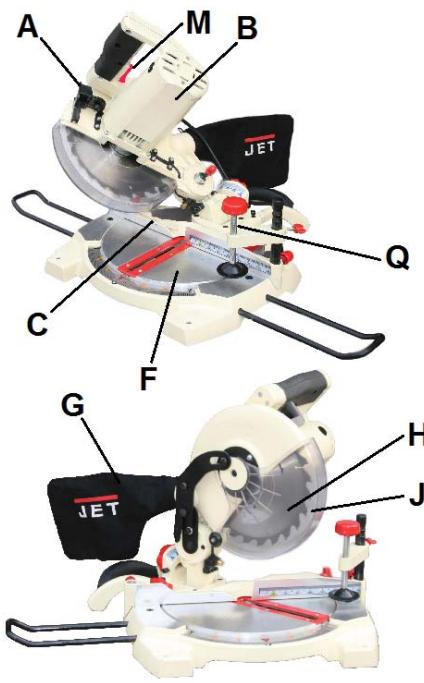

Рис. 1
- Мешок (G, Рис. 1) предназначен для сбора пыли. Мешок можно присоединить на штуцер в задней части станка.
- Передвиньте зажим (A, Рис. 1) в сторону и при помощи ручки медленно и плавно нажмите на режущую голову.